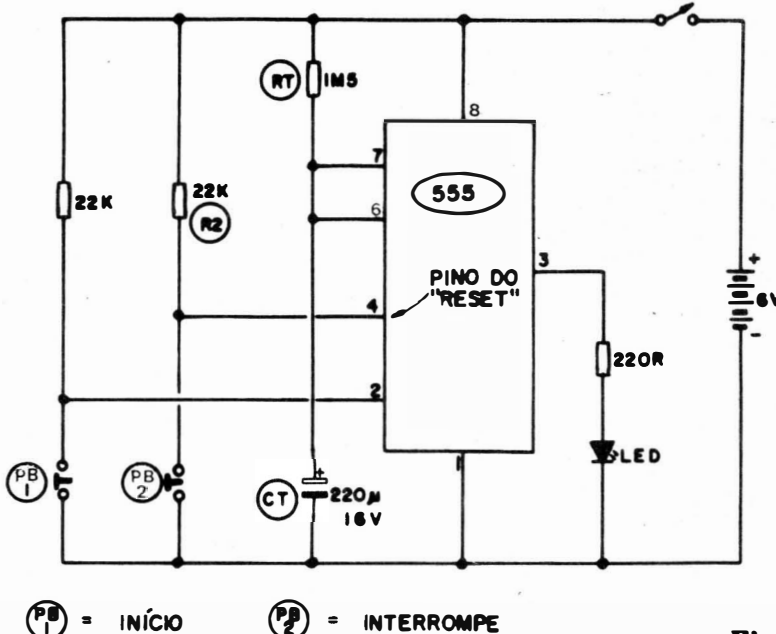
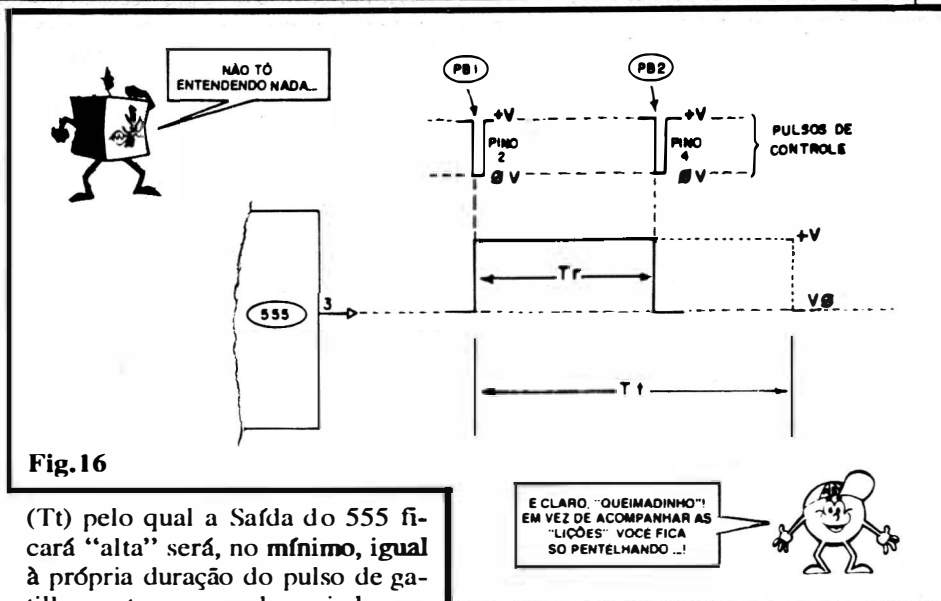

Fig.15
Fig.16
- FIG. 15 - DOTANDO O MONOESTÁVEL BÁSICO DE UM CONTROLE DE "ABORTAR" - Nos diagramas experimentais das figs. 14-A e 14-B, o pino 4, de reset, mantido "positivado", não interferia com as Temporizações e com o funcionamento normal dos MONOESTÁVEIS... Entretanto (e isso é útil, na prática, quando se adota Temporizações muito longas, em aplicações específicas...), se "positivarmos" o tal pino via resistor (22K, por exemplo) e dotarmos o dito controle de
comando de início, a ser dado via push-button acoplado ao pino 2...! Desenvolvam o circuito/experiência da fig. 15 e comprovem o funcionamento... A propósito, o valor típico para o resistor "R2" responsável pela polarização positiva do pino 4 de reset, em stand by, situa-se entre 10K e 100K (22K a 33K são os valores mais
- FIG. 16 - DIAGRAMA DE ESTADOS E TENSÕES, NUM TEMPORIZADOR "ABORTÁVEL" - O diagrama mostra as condições nos pinos 2 (gatilho ou disparo), 4 (abortar ou reset) e 3 (Saída do 555, num arranjo como o sugerido na fig. 15. Observem que o Tempo total (T_t) depende unicamente dos valores de C_T e R_T , mas que tal período **pode** ser "encurtado", pelo simples acionamento de PB2 (pulso negativo no pino 4), com o que a Temporização ficará reduzido a um período **real** (T_r) obviamente menor do que " T_t "... A propósito: estando o MONOESTÁVEL em repouso (**stand by**) o pino de reset não tem função... Pode ser premido PB2 (negativando brevemente o pino 4) que **nenhuma** alteração de estado será notada na Saída... Sua atuação tem valor e efetividade **durante** o período de Temporização (T_t)...